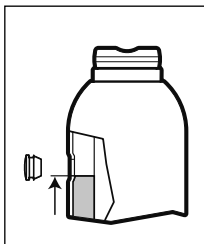
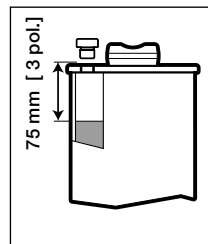

Fig. 6 - Nível de Óleo, todos os modelos exceto GBJ-100
Fig. 7 - Nível de Óleo, somente modelo GBJ-100
- Todos os modelos exceto GBJ-100: Abasteça até que o nível de óleo alcance a extremidade inferior do orifício de abastecimento de óleo. Ver Fig. 6.
- Somente modelo GBJ-100: Abasteça até que o nível de óleo esteja em torno de 3 pol. [75 mm] abaixo do orifício de abastecimento de óleo. Ver Fig. 7.
CUIDADO: NÃO ENCHA DEMAIS! Com a haste totalmente recolhida e o macaco na posição vertical, o nível de óleo não deve estar mais alto que o mostrado na Fig. 6 ou Fig. 7 (conforme aplicável para o seu modelo de macaco).